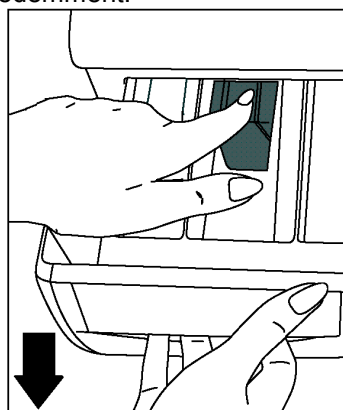

Fig 15
- Soulevez l'avant du tiroir et continuez à tirer jusqu'à ce que celui-ci sorte de son emplacement (fig.15)
Retirez le bac à produits. Enlevez le bouchon du siphon (Fig. 15) et nettoyez soigneusement les résidus d'assouplissant. Nettoyez et remettez le bouchon du siphon en place. Vérifiez qu'il est bien en place.